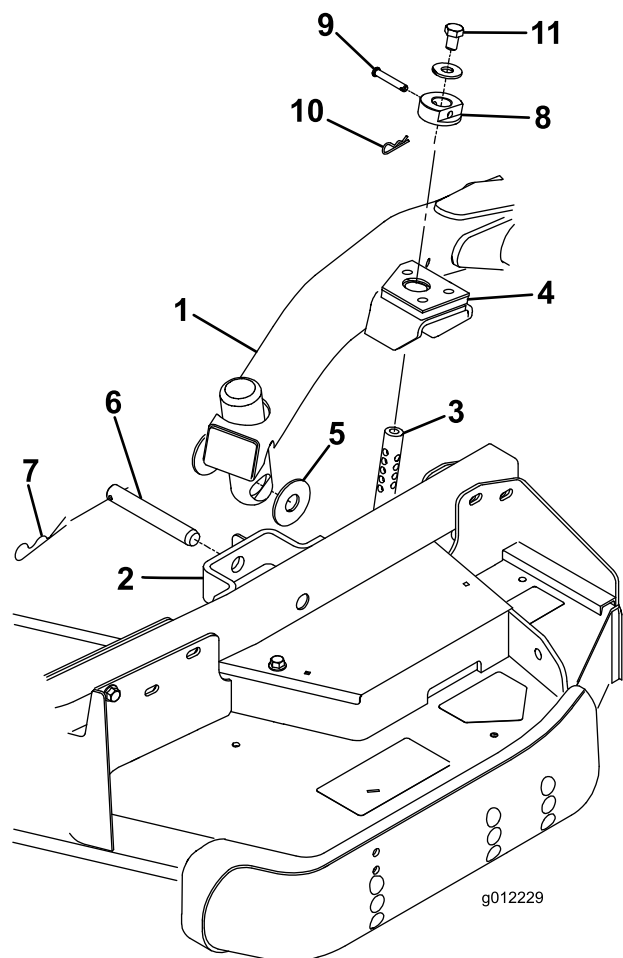

Figura 26
4. Mueva la palanca de elevación a la posición Flotar. Empuje hacia abajo uno de los brazos de elevación hasta que los taladros del brazo de elevación estén alineados con los taladros del soporte del brazo de la rueda giratoria, y la varilla de ajuste de la altura de corte pueda introducirse en los alojamientos del brazo de elevación (Figura 26).
5. Fije el brazo de elevación al brazo de la rueda giratoria con (2) arandelas de empuje, un pasador y un pasador de horquilla. Coloque las arandelas de empuje entre el brazo de elevación y el soporte del brazo de la rueda giratoria (Figura 26). Introduzca el extremo del pasador de horquilla en la ranura de la pestaña del brazo de la rueda giratoria para retener el pasador.
9. Instale los collares de ajuste de la altura de corte sobre las varillas de ajuste de la altura de corte y fíjelos con los pasadores y los pasadores de horquilla (Figura 26). Oriente la cabeza del pasador hacia la parte delantera de la carcasa.
10. Instale un perno de 1/2 x 3/4 pulgada y una arandela en la parte superior de cada varilla de ajuste de la altura de corte (Figura 26).